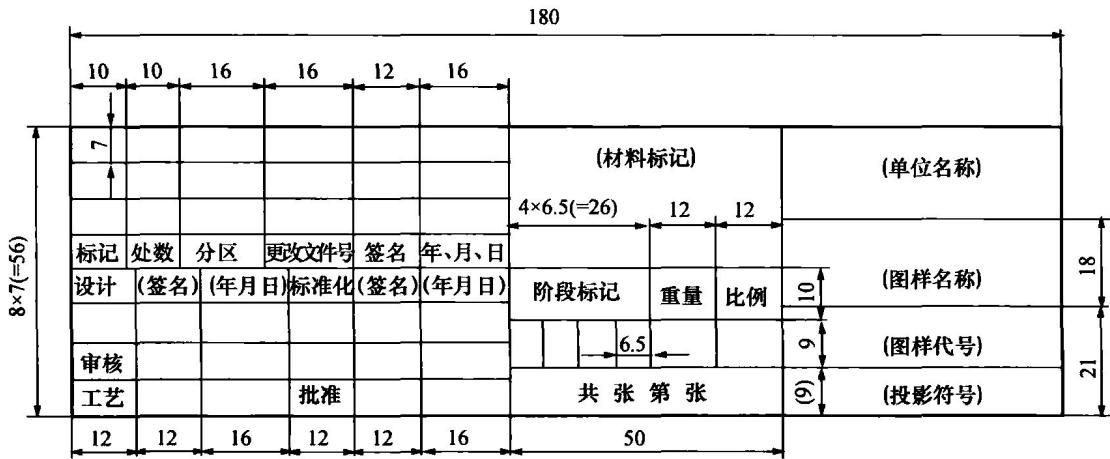

图 1-2 标题栏的格式、分栏及尺寸
(1) 标题栏的格式如图 1-2 所示。注意：本书中所用长度单位均为毫米 (mm)。